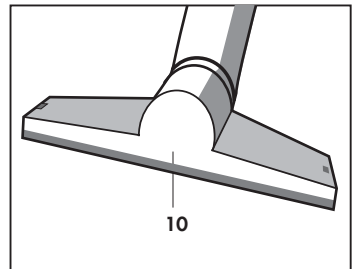

Abb. 13
- Diese Bürste besteht aus einem Universalteil (10) **(Abb. 13)**, das je nach Bedarf, mit folgenden Teilen ausgestattet wird: